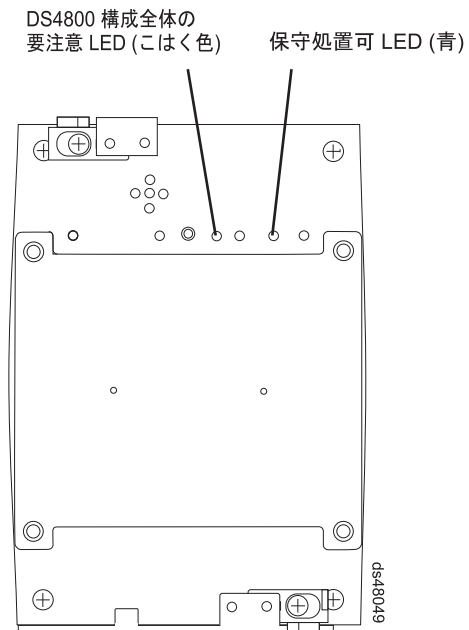

図 96. 相互接続バッテリー・ユニットの要注意 LED と保守処置可 LED
4. 保守処置可状況 LED はオンになりましたか？ (188 ページの図 96 に、相互接続バッテリー・ユニットにある保守処置可状況 LED の位置を示します。)